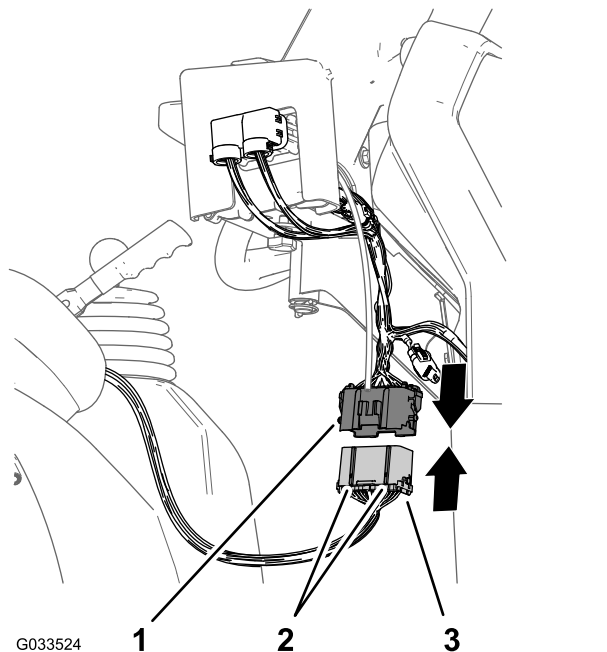

Bild 23
1. Fluchten Sie die zwei Stifte des 38-Stift-Steckers des hinteren Kabelbaums für das Sprühfahrzeug mit den zwei Buchsen des 38-Buchsen-Steckers des vorderen Kabelbaums aus, der an der Steuerkonsole angeschlossen ist (Bild 23).
2. Stecken Sie den hinteren Kabelbaumanschluss in den vorderen Kabelbaumanschluss, bis die Riegel der Anschlüsse einrasten (Bild 23).